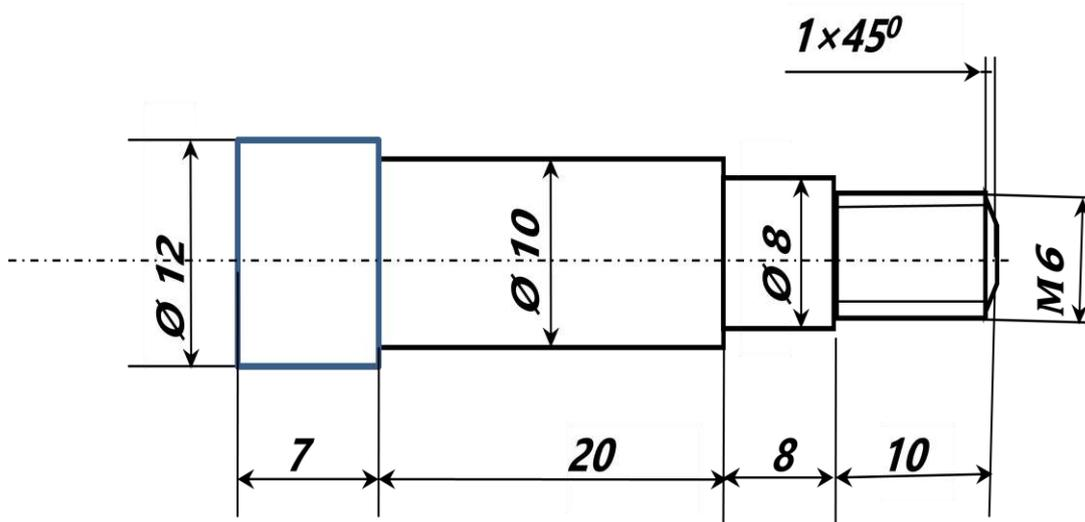

Рис. 1. Чертеж винта
1. По чертежу выточить винт с резьбой (рис.1). Винт предназначен для выполнения разъемного соединения деталей между собой.
3. Предельные отклонения всех размеров (длины, резьбы)  $\pm 0,5$  мм, по диаметру  $\pm 0,1$ мм (рис. 1).